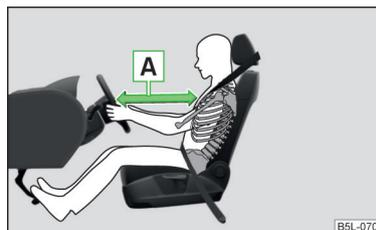

Fig. 9 Distancia de seguridad con respecto al volante
- Es importante que el conductor y el acompañante mantengan una distancia mínima de 25 cm con respecto al volante y/o al tablero de instrumentos A » fig. 9. Si no respeta la distancia mínima, el sistema de airbag no podrá protegerle. ¡Peligro de muerte! Además, los asientos delanteros y los reposacabezas siempre deben estar correctamente ajustados a la estatura del ocupante.